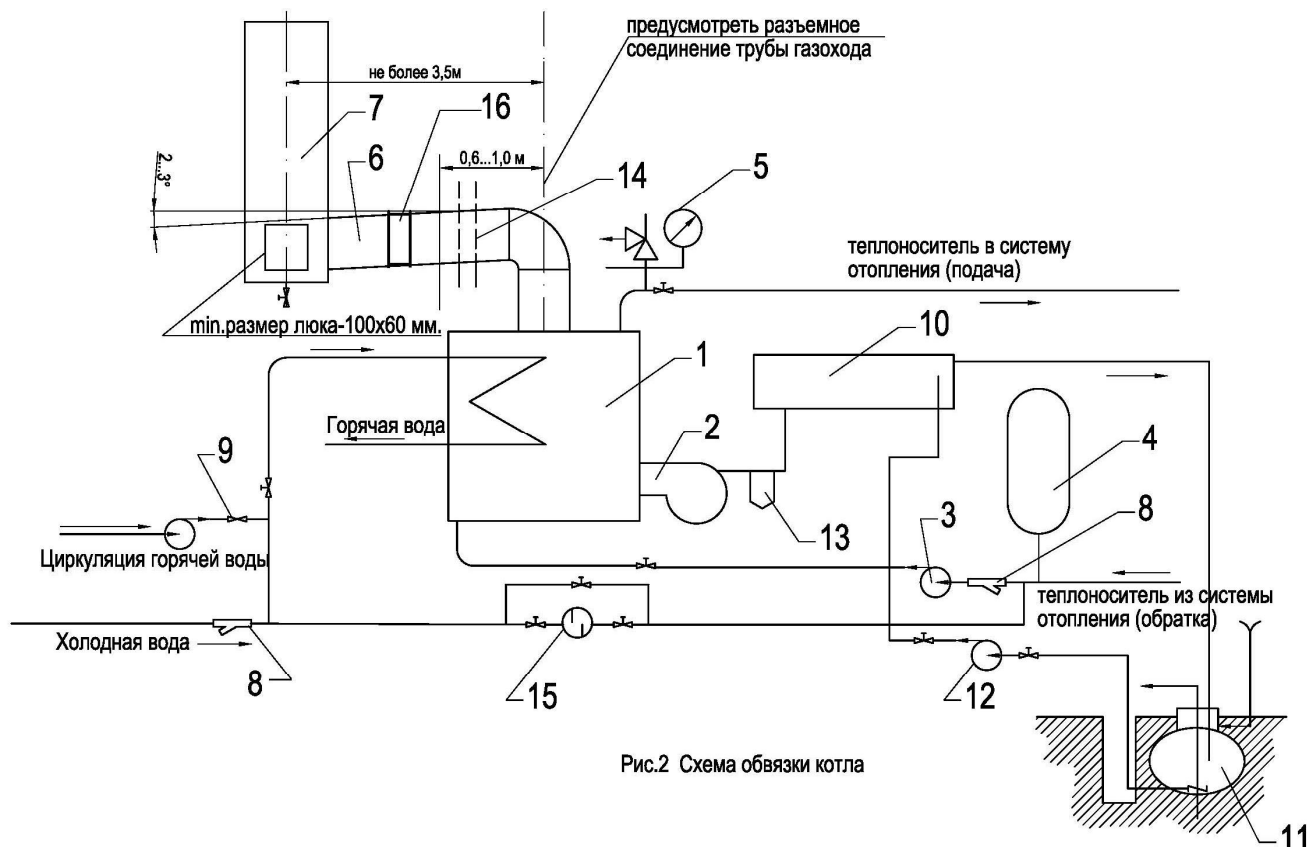

Рис.2 Схема обвязки котла
3.4 На рис.2 показана обязательная (за исключением поз.9 и контура циркуляции горячей воды) схема обвязки котла, работающего на жидком топливе. В случае использования газообразного топлива из рекомендуемой схемы обвязки исключаются позиции 10; 11; 12; и 13 и добавляется газовый коллектор и клапан осечки газа с устройством обнаружения утечки газа. Дополнительно на подводящем газопроводе необходимо установить манометр с пределами